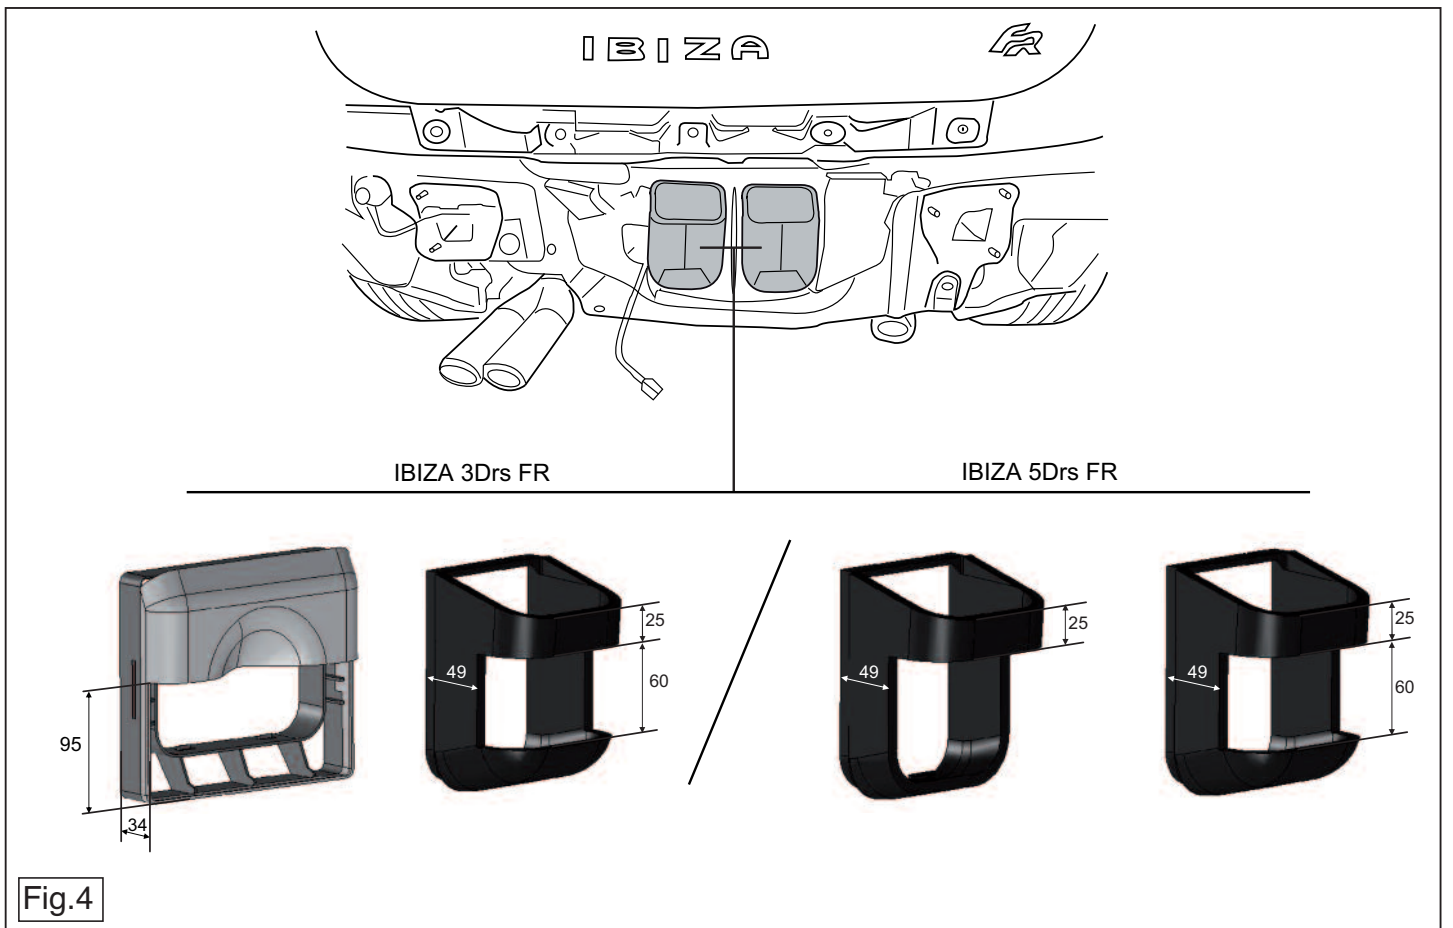

Fig.4
7. Saw out the portions as indicated in fig. 4.
7. Gemäß Abb. 4 die angegebenen Teile heraussägen.
7. Säg ut delarna enligt fig. 4.